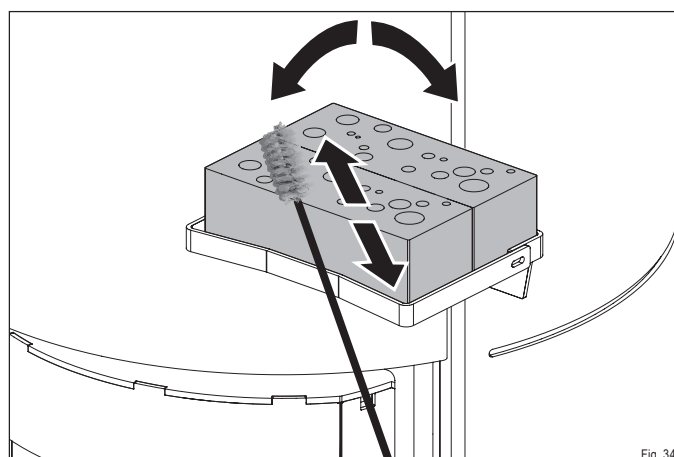

Fig. 34
- ▶ Brossez les catalyseurs comme indiqué (Fig. 34).